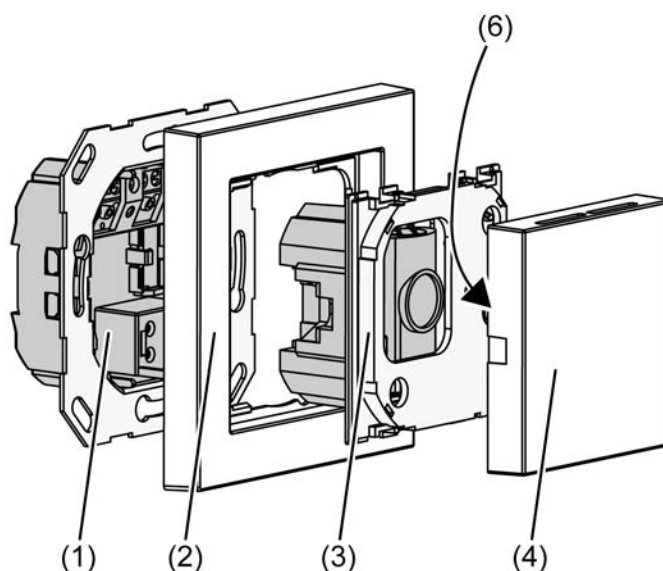

Bild 2: Gerätemontage
- Die Abdeckung (4) abnehmen (Bild 2).
- Den Klemmen-Einsatz (1) und den Elektronik-Aufsatz (3) voneinander trennen.